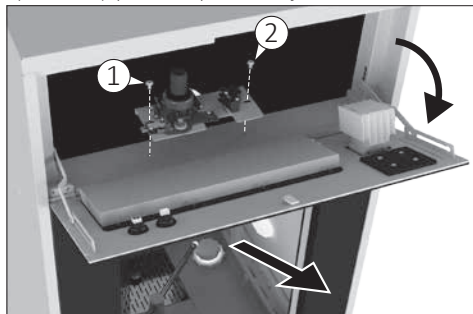

Fig. 12
- 2) Deșurubați șuruburile (1 și 2 Fig. 12) ale sistemului de deblocare a ușii.
- 4) Strângeți din nou șuruburile (1 și 2 Fig. 12) ale sistemului de eliberare a ușii.